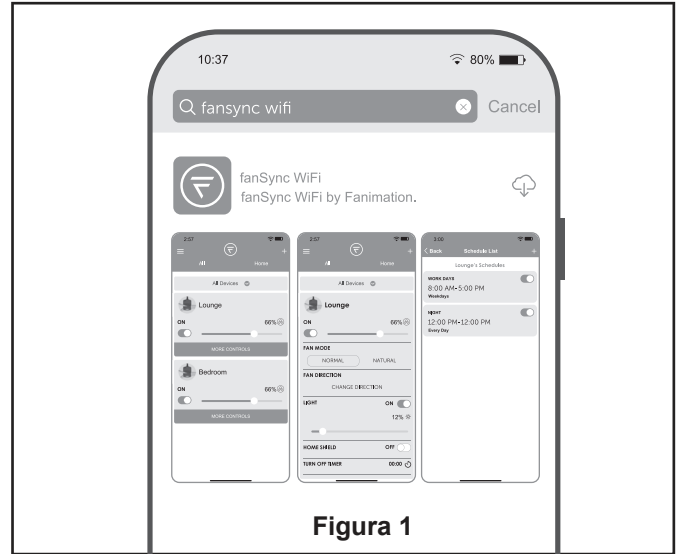

Figura 1
1. Visite el App Store de Apple o el Play Store de Google para descargarse la App gratuita fanSync WiFi. (Figura 1)